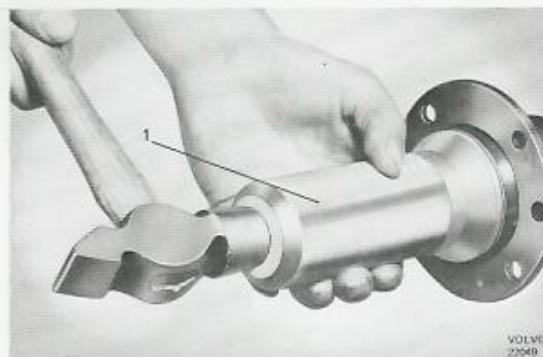

Bild 17. Montering av lagerring
4. Packa in lagret med ett högklassigt helfyllnadsfett. Efter montering skall hela utrymmet mellan tätningringarna vara fyllt med fett. För in drivaxeln i bakaxelkåpan. Driv in lagrets ytterring med monteringshylsa SVO 2205, se bild 17.